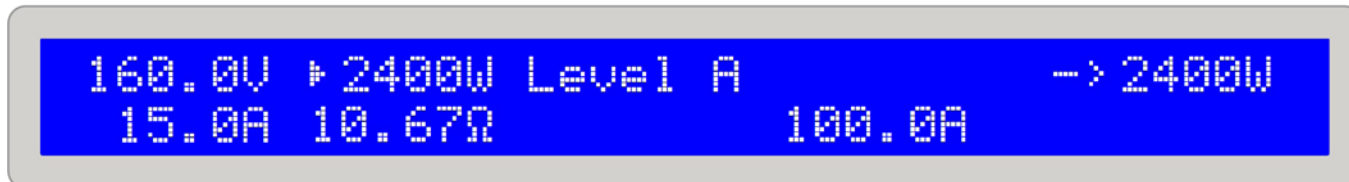

Рисунок 9. Нормальная работа нагрузки в режиме регулирования CP
При переключении на Level A селектором **Level Control(3)**, уст. значения Level A становятся активными. Это возможно только, если статус не **Remote mode** или **External mode**. После переключения на режим **Level A**, дисплей отобразит **Level A**. Стрелка (->) разместится рядом с уст. значением, которое предназначено для текущего режима, чтобы его сразу настроить. Уст. значение может быть выбрано с **Selection (5)** и изменено с **Setting(6)**. Чьи уст. значения выбираются в зависимости от режима. В режиме постоянного тока, например, это ток и мощность, потому что уст. значение сопротивления доступно только в его режиме, и значение напряжения должно быть установлено в ноль, в режиме постоянного тока. Смотрите рисунок 9 на следующей странице.